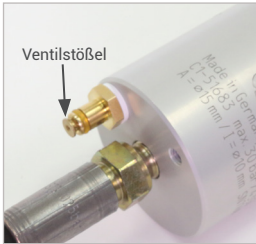

Abbildung 7
- ▶ Betätigen Sie den Ventilstößel des Steuer- / Entlüftungsventils (Pos. 3) (Abbildung 7). Der anliegende Steuerdruck wird entlüftet. Die Frontdichtungen (Pos. 7) / die Hauptdichtungen (Pos. 8) werden entspannt, die Verbindung zum Prüfling wird gelöst und der Adapter kann gerade nach hinten abgenommen werden.